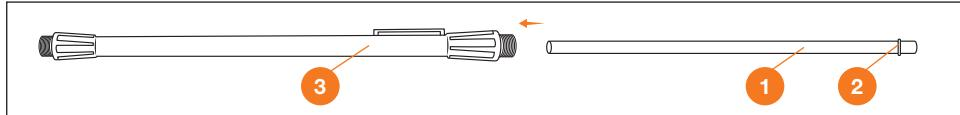

Рис. 3
1. Соберите телескопическую штангу (если она не собрана): внутреннюю трубку ① вставьте во внешнюю трубку ③ со стороны рукоятки управления таким образом, чтобы металлическое стопорное кольцо ② находилось с задней стороны (Рис. 3).